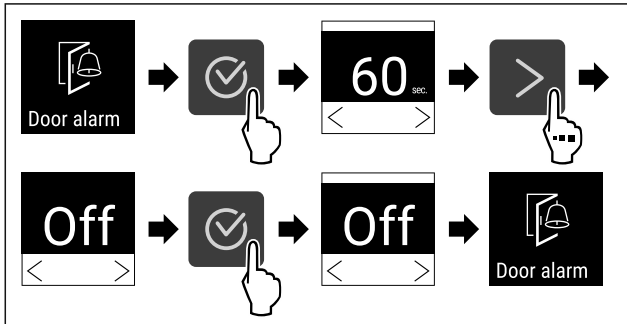

Fig. 118
- ▶ Genomför handlingsstegen (se Fig. 118) .